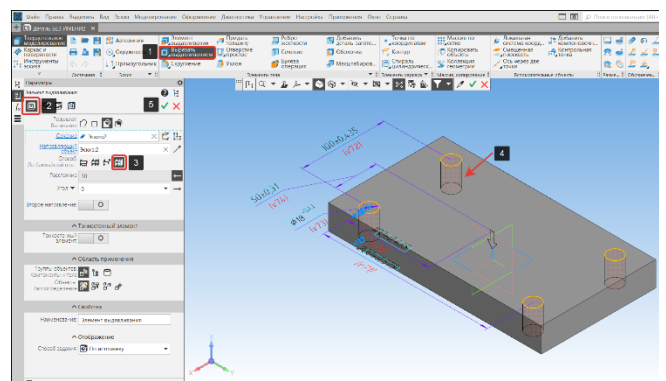
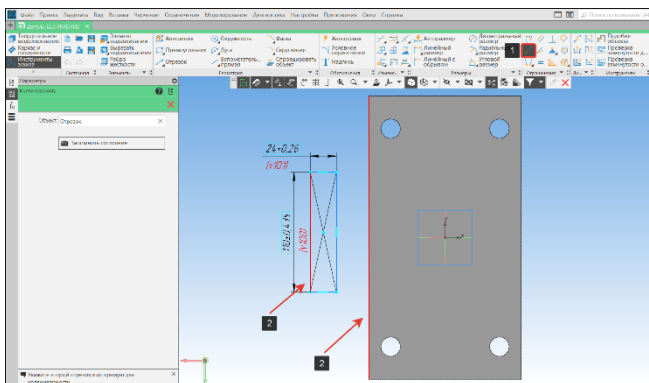

Рисунок 60 – Построение отверстий
Рисунок 61 – Команда Коллинеарность
- В панели элементы тела выберем команду Вырезать выдавливанием (1), подоперация Вырезать выдавливанием (2) (Рисунок 60);
- Зададим способ построения До объекта (3), на трехмерной модели отобразится фантом будущего отверстия (4). Если все верно, то для завершения команды с сохранением изменений нажмем на кнопку Создать объект.
- Выберем верхнюю плоскость основания для создания эскиза (Рисунок 61);
- Создать эскиз согласно чертежу Вилка (прямоугольник 110x24 мм.) в стороне от трехмерной модели и проставить размеры (Рисунок 61);
- В панели ограничения выберем команду Коллинеарность (1) (Рисунок 61);
- Укажем объекты, коллинеарность которых требуется установить. В нашем случае такими объектами являются внешний отрезок прямоугольника (2) и ребро трехмерной модели (2) (Рисунок 61). После простановки коллинеарности отрезка и ребра, отрезок расположится на этом ребре. Для завершения нажмем кнопку завершить;